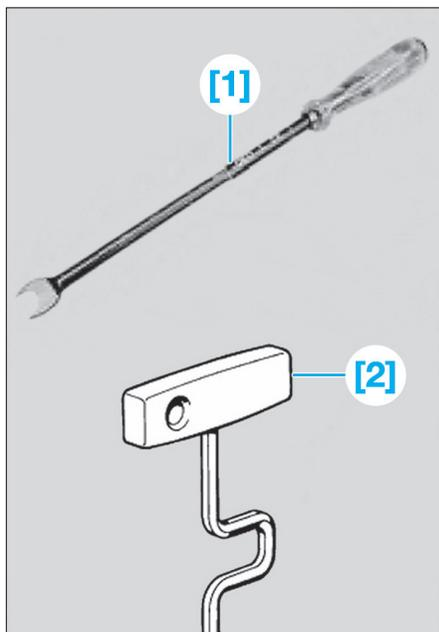

Fig. 21
- [1]. Levier pour verrouiller le mécanisme de rattrapage sur le levier de frein à main (réf. BMW 32 1 030) (Fig.21).